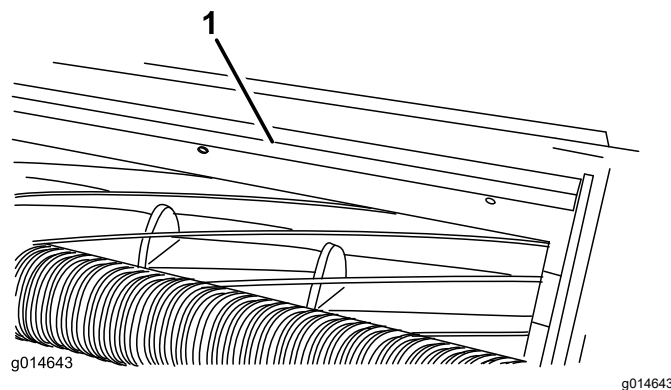

Рисунок 6
1. Ослабьте болты крепления верхней планки (Рисунок 6) к режущему блоку.